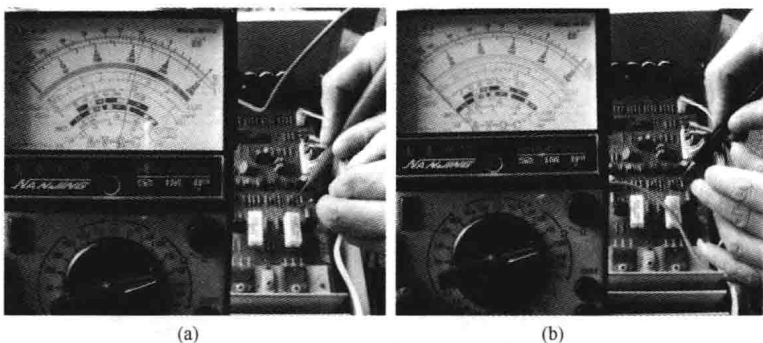

图 3-47 检测二极管
3) 检测二极管有无故障。将万用表的转换开关置于电阻挡的 $R \times 1k$ 或 $R \times 100$, 进行二极管有无故障的检测, 如图 3-47 所示。